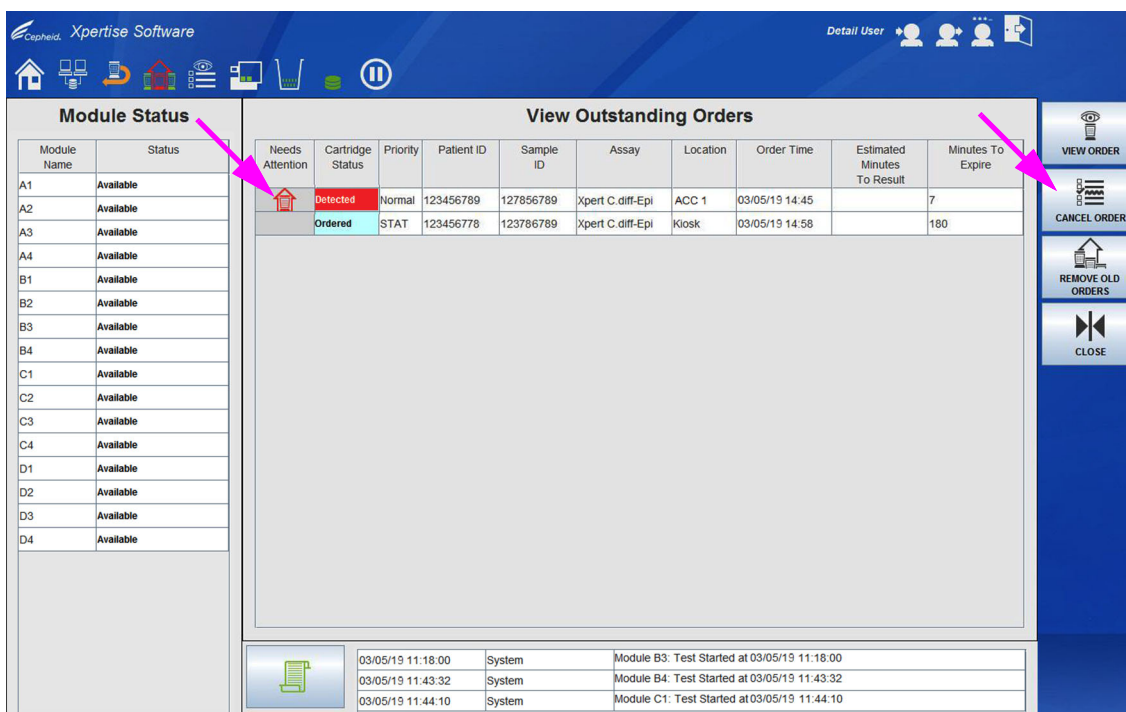
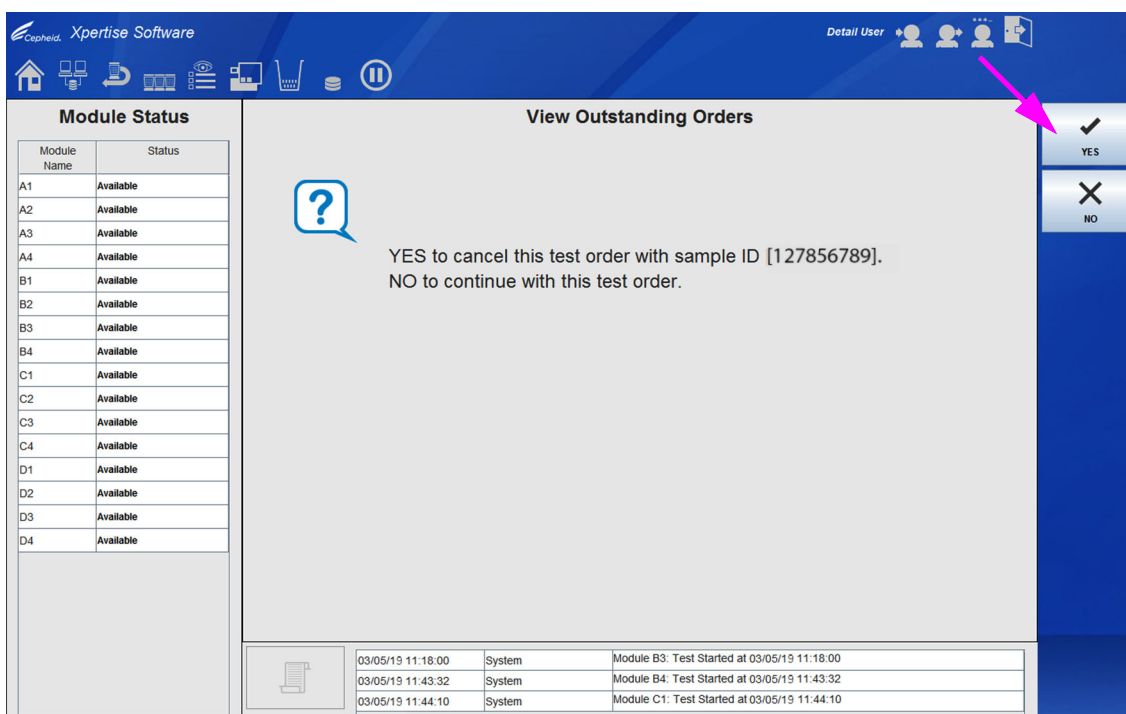
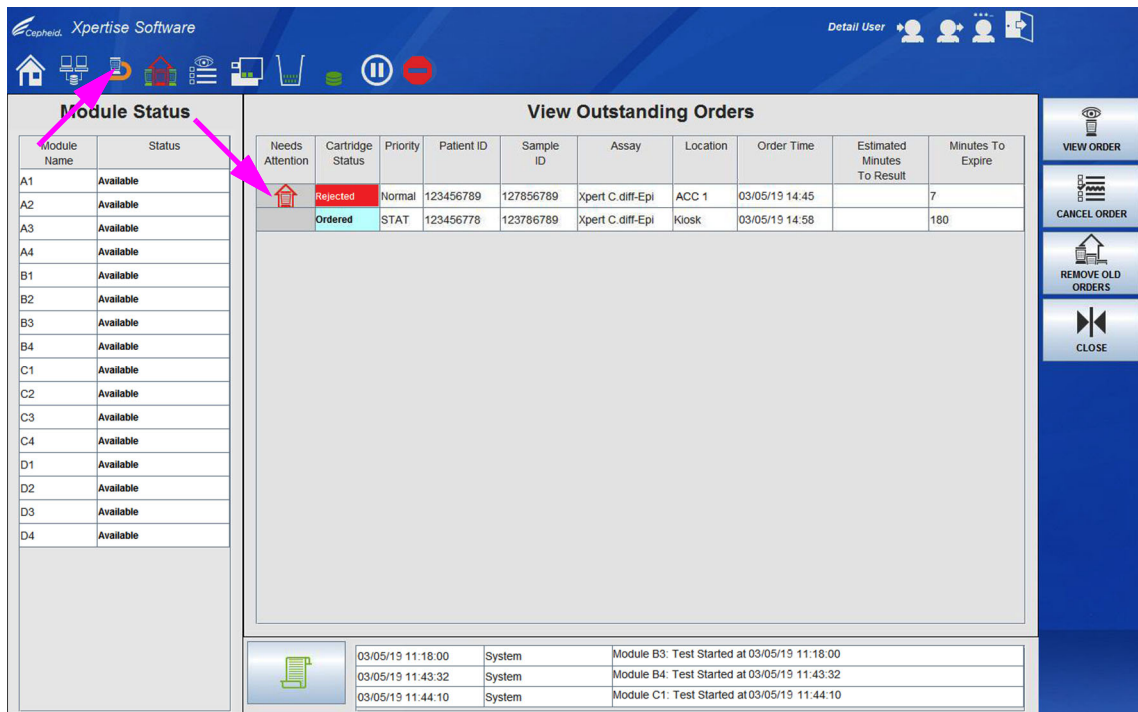
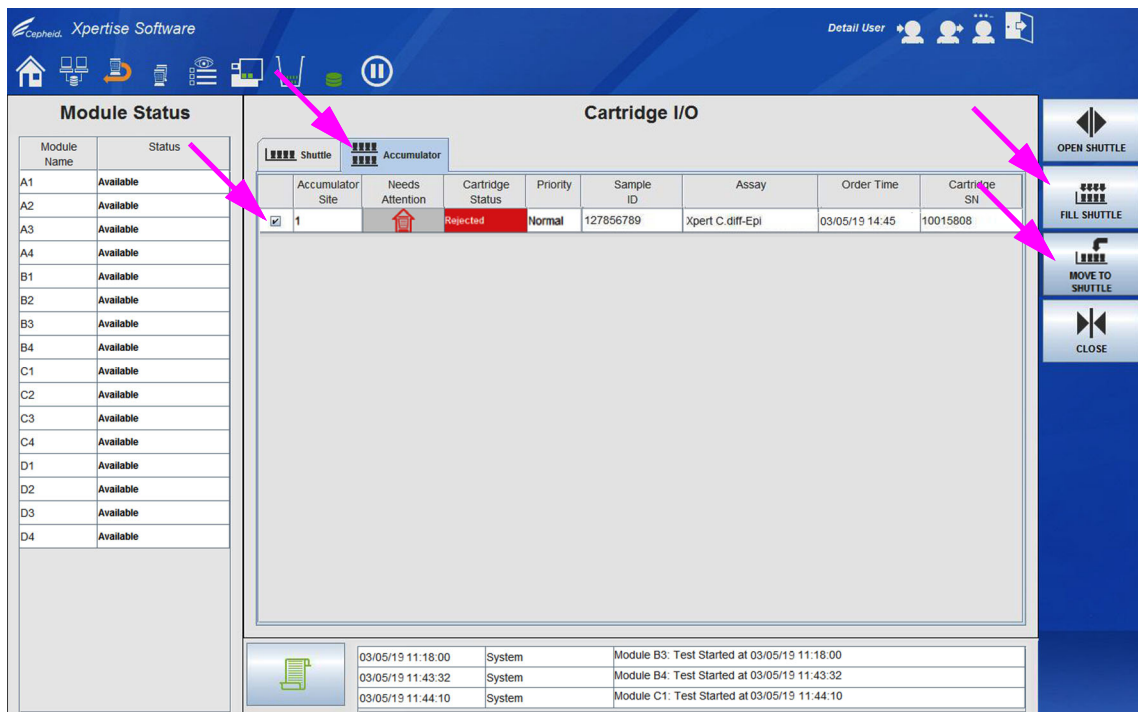

図 10-102. 未処理オーダーの表示ワークスペース
図 10-103. 未処理オーダーの表示ワークスペース、「確認」画面
図 10-104. 未処理オーダーの表示ワークスペース、オーダーのキャンセル後
図 10-105. カートリッジ I/O ワークスペース
本セクションでは、カートリッジ I/O (Cartridge I/O) ワークスペース (図 10-105 を参照) を使用して、カートリッジをアキュムレータからシャトルに移し、手動で取り外す方法について説明します。カートリッジは、カートリッジ I/O (Cartridge I/O) ワークスペースの、**シャトルへ移動 (MOVE TO SHUTTLE)** ボタンを使用して個別に移動できます。または、カートリッジ I/O (Cartridge I/O) ワークスペースの、**シャトルの充填 (FILL SHUTTLE)** ボタンを選択して、転送可能なすべてのカートリッジを移動することもできます。
1. ダッシュボードで、赤色の**未処理オーダーの表示 (View Outstanding Orders)** アイコンを選択して、注意が必要なカートリッジを確認します。このアイコンの詳細については、セクション 10.9.4、未処理オーダーの表示アイコンを参照してください。未処理オーダーの表示 (View Outstanding Orders) ワークスペースが表示されます。図 10-102 を参照。
2. アキュムレータサイト 1 (**ACC1**) でのテストオーダーをキャンセルするには、**ACC1 で検出された (Detected)** と表示された最初の行を選択します。図 10-102 を参照。
3. **オーダーのキャンセル (CANCEL ORDER)** ボタンを選択します (図 10-102 を参照)。未処理オーダーの表示 (View Outstanding Orders) ワークスペース、「確認 (Confirmation)」画面が表示されます。図 10-103 を参照。
4. **YES** ボタンを選択します (図 10-103 を参照)。**検出された (Detected)** 行は、**拒否 (Rejected)** と表示されます。図 10-104 を参照。
5. **カートリッジ I/O (Cartridge I/O)** アイコンを選択します (図 10-104 を参照)。カートリッジ I/O (Cartridge I/O) ワークスペースが表示されます。図 10-105 を参照。
- A. 個々のカートリッジをアキュムレータからシャトルに移動させる場合は、アキュムレータ (Accumulator) タブで、取り外したいカートリッジの行横のチェックボックスを選択し、**シャトルへ移動 (MOVE TO SHUTTLE)** ボタンを選択します。図 10-105 を参照。ガントリーは、選択したカートリッジがすべて移動されるまで、一度に 4 つのカートリッジをシャトルに移動します。
- B. 対象となるすべてのカートリッジをアキュムレータからシャトルに移動するには、アキュムレータ (Accumulator) タブで、**シャトルの充填 (FILL SHUTTLE)** ボタンを選択します。図 10-105 を参照。